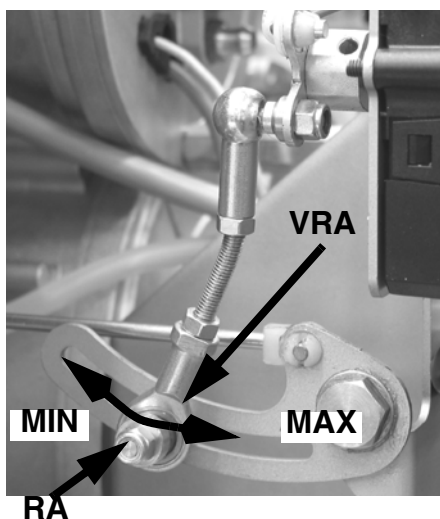

Fig. 14
- 13 La **regulación del aire** comburente se efectúa mediante el servomando. La rotación del servomando debe ser siempre igual a 90° (ver el capítulo siguiente) con cualquier calibración de llama alta y baja. La apertura del registro de aire se regula mediante la excéntrica con ojeté de Fig. 14. Para regular el caudal de aire aflojar la tuerca **RA** (Fig. 14) y mover la palanca **VRA** a lo largo del ojeté como se indica, para aumentar o disminuir el caudal de aire, hasta obtener el caudal requerido, bloquear luego la tuerca **RA** en la posición correspondiente.